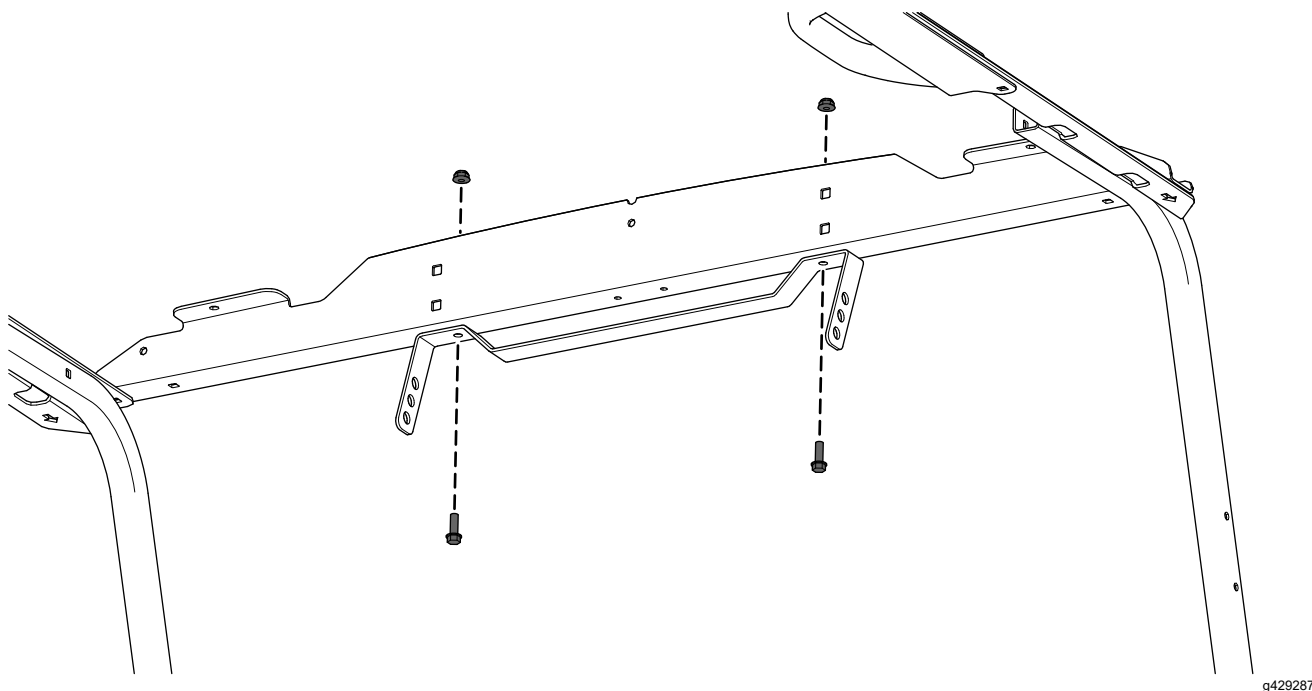

Figure 4
1. Fixez le support du rétroviseur sur le support avant à l'aide de 2 boulons à tête hexagonale à embase ($\frac{1}{4} \times \frac{3}{4}$ po) et 2 contre-écrous ($\frac{1}{4}$ po), comme montré à la Figure 4.